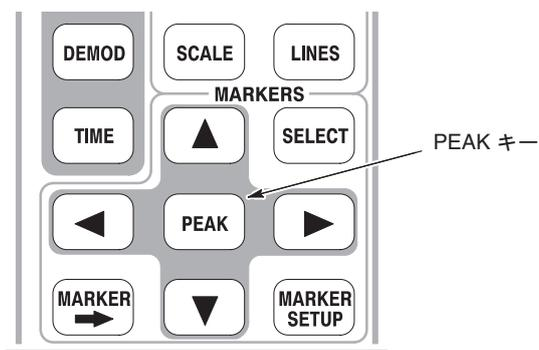

図 2-22 : PEAK キー
1. 前面パネルの **PEAK** キーを押します (図 2-22)。